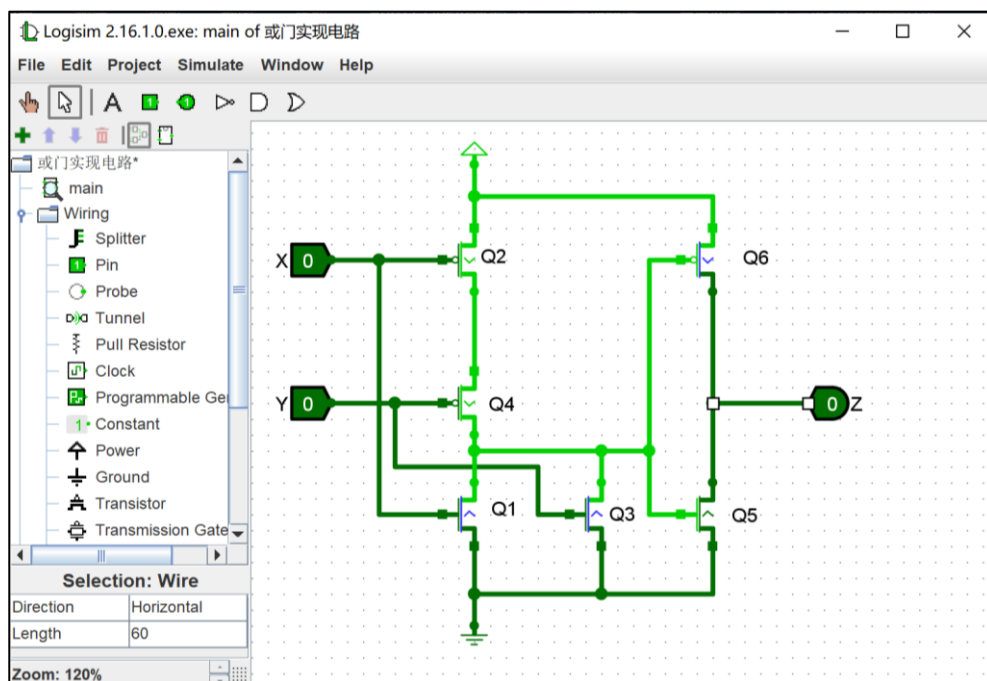

图 11.9 实现或门电路时的连线图
3) 添加连线。如图 11.9 所示，根据原理图对或非门和非门进行级联。